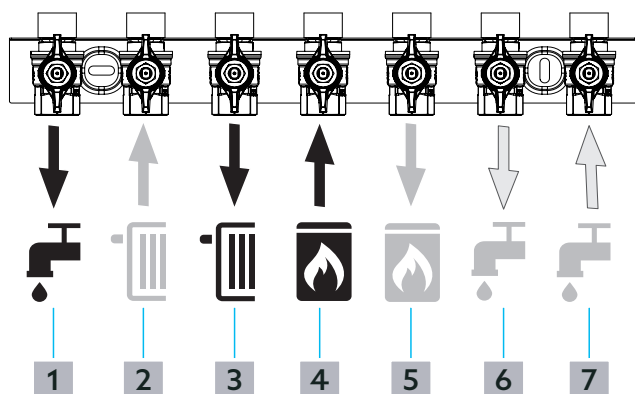

**Fig. 10:** Disposition des raccords du jeu de raccordement avec robinets à tournant sphérique
- 2 Insérer les adaptateurs ((11) sur la Fig. 1 en page 37) dans les raccordements 2 et 3 (Retour du circuit de chauffage et aller du circuit de chauffage) (voir Fig. 10 en page 43) du jeu de raccordement avec robinets à tournant sphérique.
- 3** Insérer un joint d'étanchéité ((7) sur la Fig. 1 en page 37) dans un tube ondulé en acier inoxydable ((1) sur la Fig. 1 en page 37) et visser le tube ondulé en acier inoxydable sur l'adaptateur ((11) sur la Fig. 1 en page 37) dans le raccordement 3 (aller du circuit de chauffage) (voir Fig. 10 en page 43).
- 5** Insérer un joint d'étanchéité dans un tube ondulé en acier inoxydable et visser le tube ondulé en acier inoxydable sur l'adaptateur dans le raccordement 2 (retour du circuit de chauffage) (voir Fig. 10 en page 43).